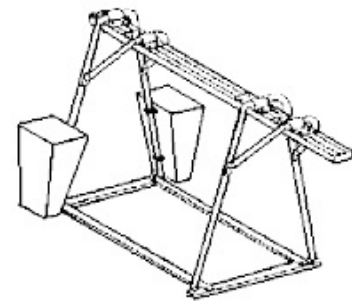

Fig.3
6. Puneți 310 kg. material de contragreutate în fiecare container pentru un total de 620 kg., după închideti containerele cu capac și lacat (Fig.3). Este strict interzisă umplerea cu lichide a contragreutatilor.